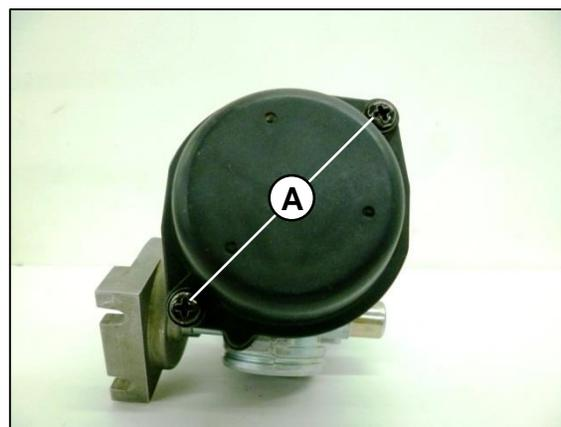

Fig. 11
Retire los tornillos (A) de la cubierta de la cámara de vacío. **Fig. 11**